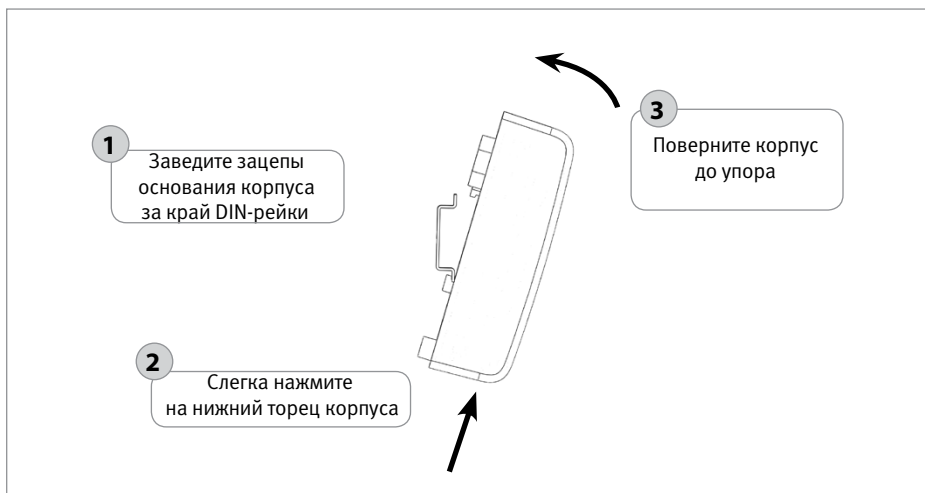

Рисунок 29. Порядок установки прибора на DIN-рейку
- 3.2. Установите прибор на DIN-рейку в порядке, указанном на Рисунок 29.